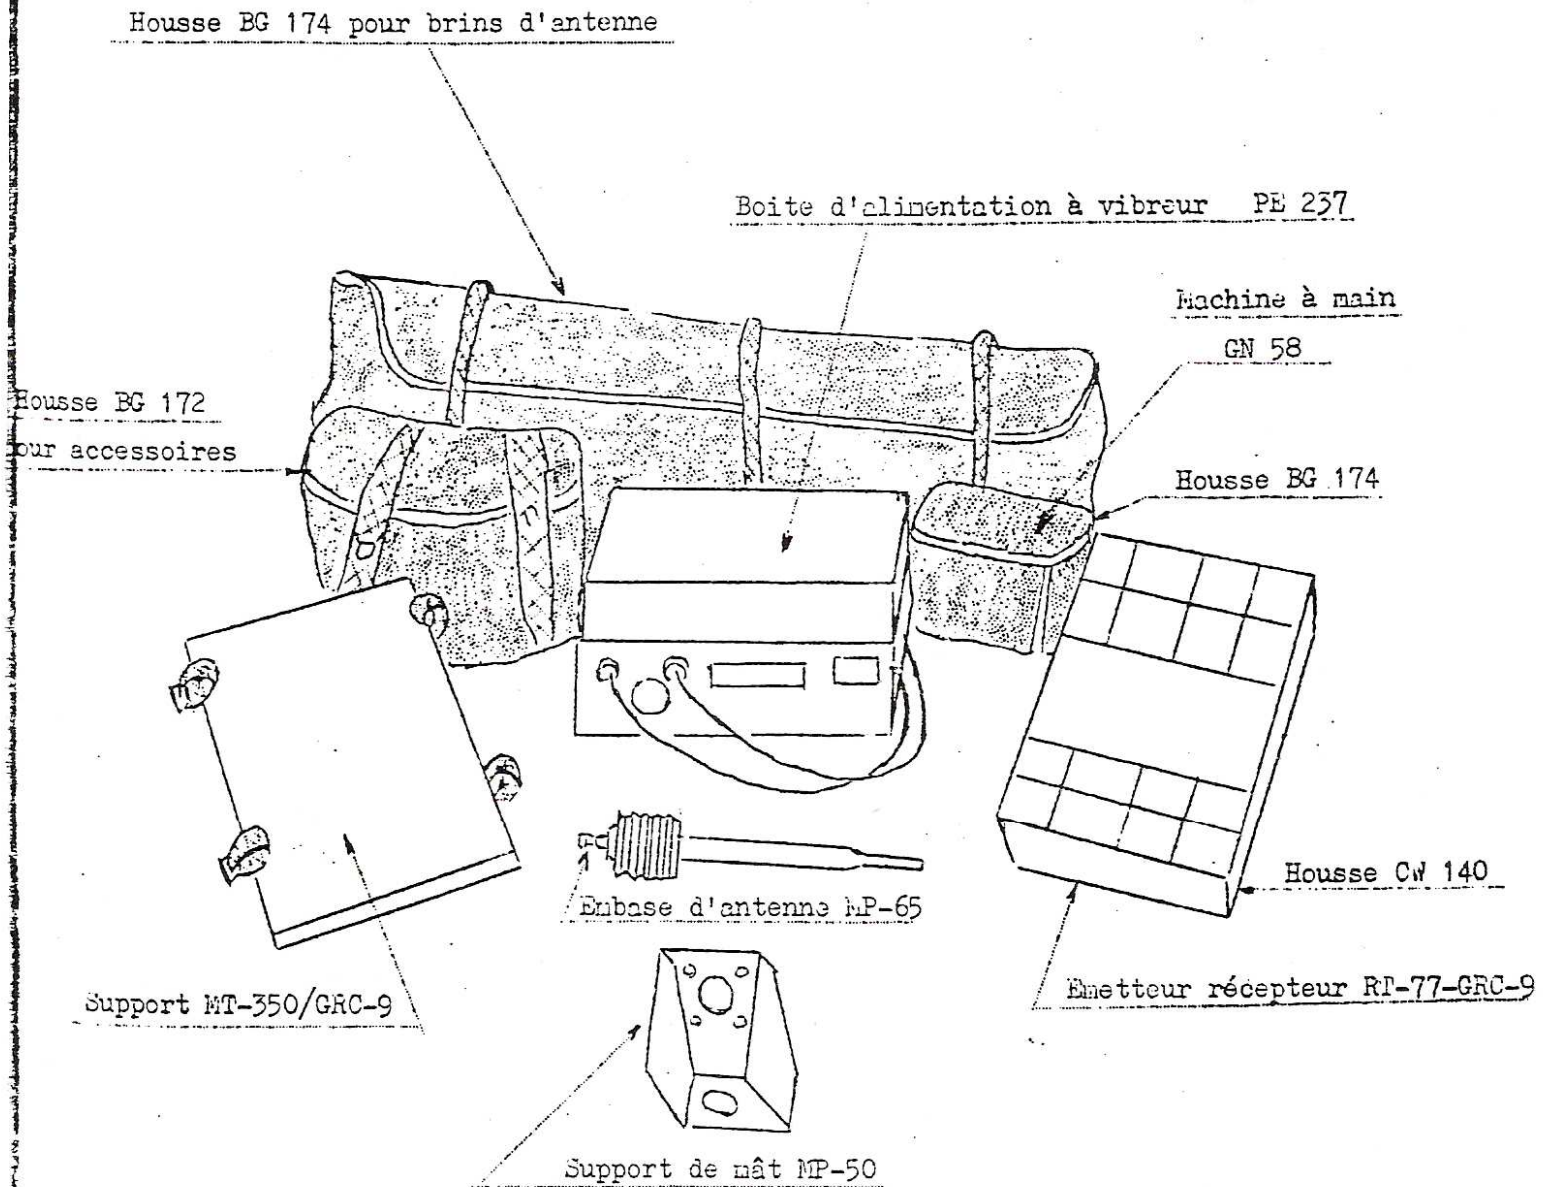

FIGURE 1a .- UNITE COLLECTIVE
3.2) Vue de l'ensemble (voir figures 1a - 1b - 1c)